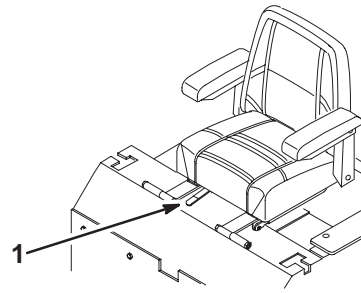

Figure 23
1. Écartez le levier de réglage pour débloquer le siège (Fig. 23).